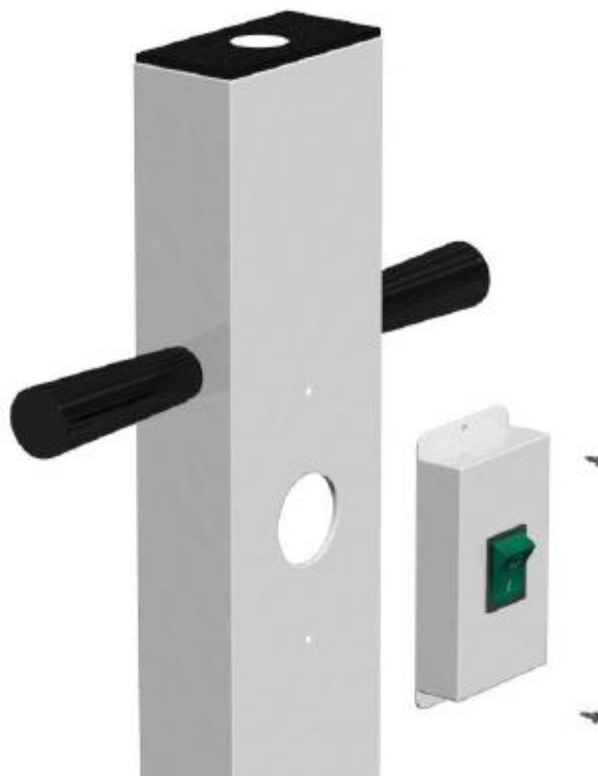

Рис. 16
✓ Удалите болты, удерживающие держатель предохранителя (F) на вертикальной поддержке (B), как показано на рис. 16.